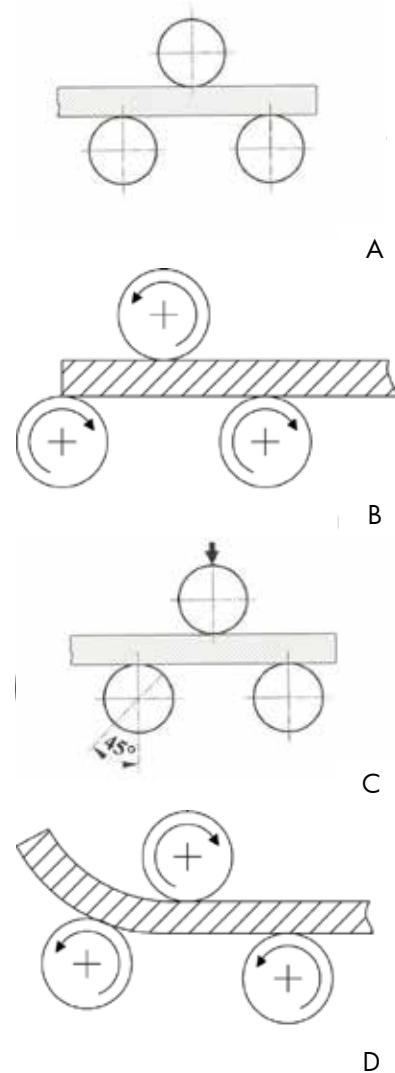

Fig. 12 Cintrer un profil
5. Déplacez le galet supérieur vers le haut, en laissant la plus grande distance possible entre le galet supérieur et les galets inférieurs, afin de pouvoir insérer la pièce à usiner entre eux (Fig. 12, A).
6. Abaissez le galet supérieur le plus possible, jusqu'à ce que le profil à cintrer touche le galet supérieur et les galets inférieurs. C'est la «position neutre». Le profil doit être parallèle aux galets inférieurs (Fig. 12, A).
7. Déplacez le profil vers la gauche ou vers la droite. Il doit être coincé par l'une de ses extrémités entre le galet supérieur et les galets inférieurs (Fig. 12, B).
8. Abaissez le galet supérieur, afin d'exercer une pression plus forte sur le profil et amorcer le cintrage (Fig. 12, C).